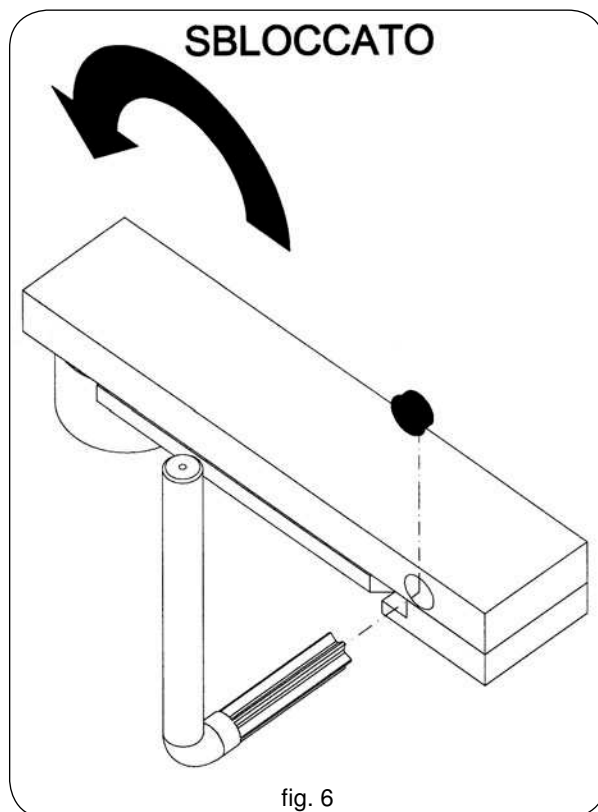

fig. 6
- Den Verschluss gemäß Abbildung 6 entfernen.
- Den Schlüssel in das Schloss stecken und wie auf Abbildung 6 drehen.
- Remove the cap as shown in figure 6.
- Fit the release key into the lock and turn as shown in figure 6.
- Enlever le bouchon comme sur la figure 6.
- Introduire la clé de débrayage dans le trou prévu à cet effet et tourner comme sur la fig. 6